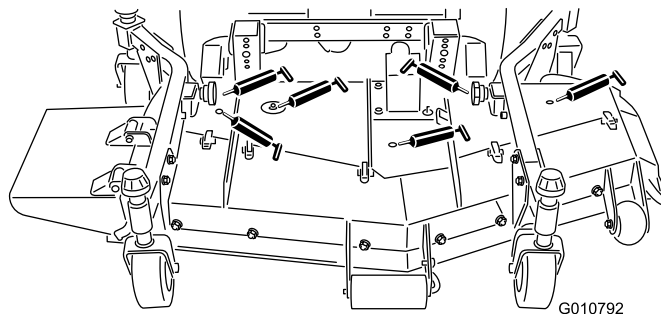

Figura 17
- casquilhos do eixo da lâmina (Figura 17)
- juntas esféricas do braço direito e esquerdo (Figura 17)